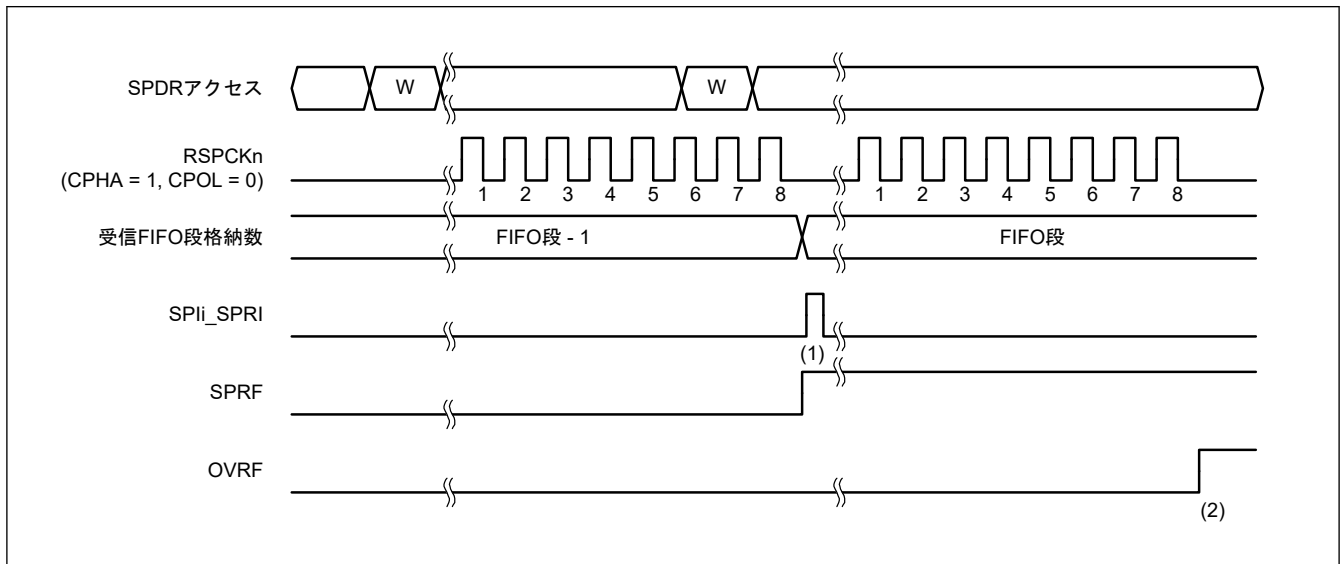

図 33.30 SPCR.TXMD[1:0] = 00b の場合の動作例
以下に、図 33.30 の (1)、(2) に示したタイミングでのフラグ動作を説明します。